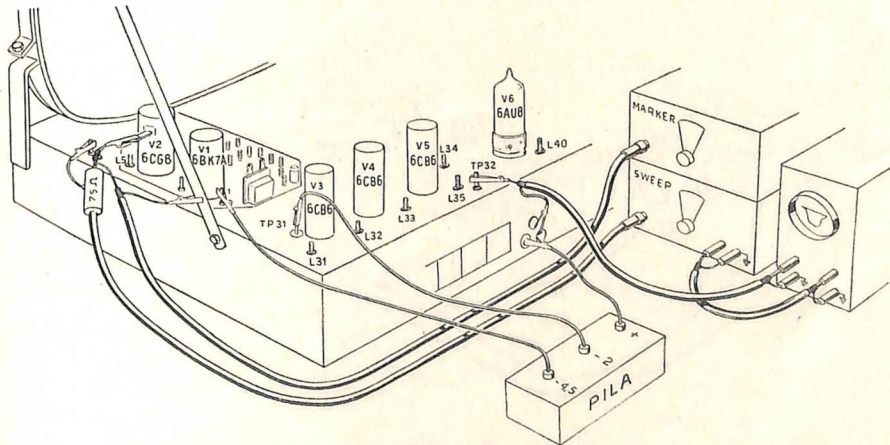
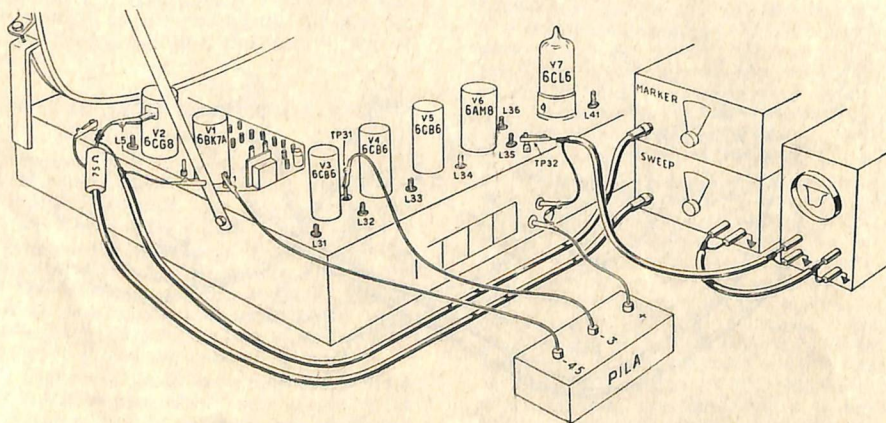

Fig. 35 - Schema della disposizione degli strumenti per l'allineamento della FI nei televisori GTV 1006 e GTV 1018 (sezione FI Cat. N. 7832).
Fig. 37 - Schema della disposizione degli strumenti per l'allineamento della FI nei televisori GTV 1016 e GTV 1042 (sezione a FI Cat. N. 7833).
Gli strumenti dovranno essere disposti e collegati come indica la fig. 35 per i televisori GTV 1006 e GTV 1018, e la fig. 37 per i televisori GTV 1016 e GTV 1042.
- 1) La disposizione degli strumenti e dei collegamenti dovrà risultare come indica la fig. 37;